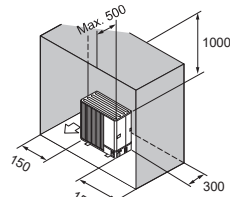

Fig. 2-12
⑥ Obstacole numai în spate, pe laterale și deasupra (Fig. 2-12)